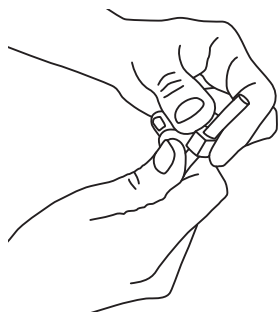

Рис. 12
5.5.4. На трубку чистой воды перед краном надеть металлическую поджимную гайку, чтобы ее резьбовая часть была направлена к ответной резьбовой части крана (Рис. 12).